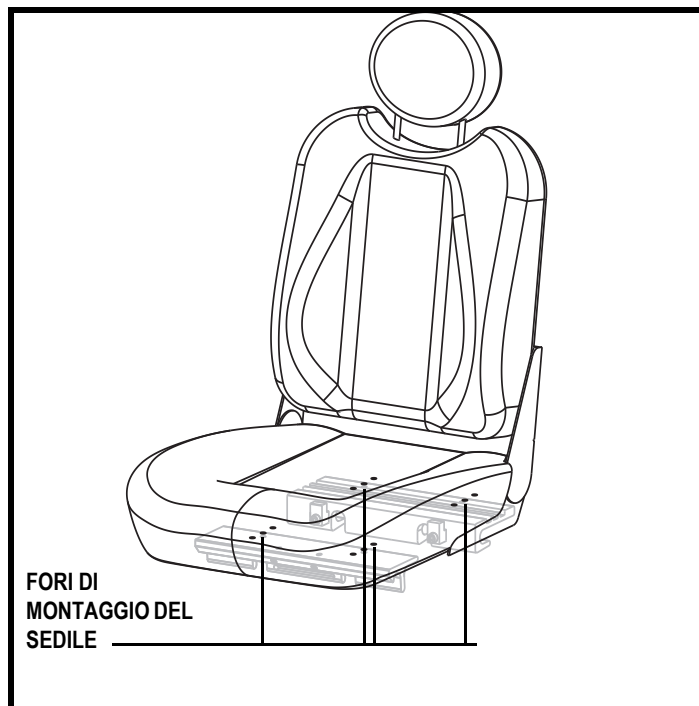

Figura 17. Regolazione della posizione del sedile
7. Riposizionare le estrusioni su una serie diversa di fori di montaggio. È necessario spostare entrambe le estrusioni dello stesso numero di fori in avanti o all'indietro. **Vedere la figura 17.**